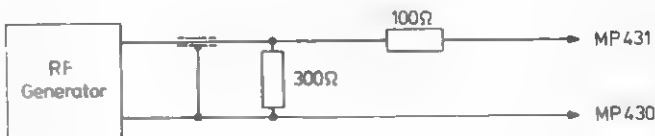

Fig. 14
- Sluit een HF-generator aan tussen MP430 en MP431 via netwerk volgens fig. 14.
- Sluit een HF generator aan tussen MP430 en MP431 via netwerk volgens fig. 14.
- Sluit een HF generator aan tussen MP430 en MP431 via netwerk volgens fig. 14